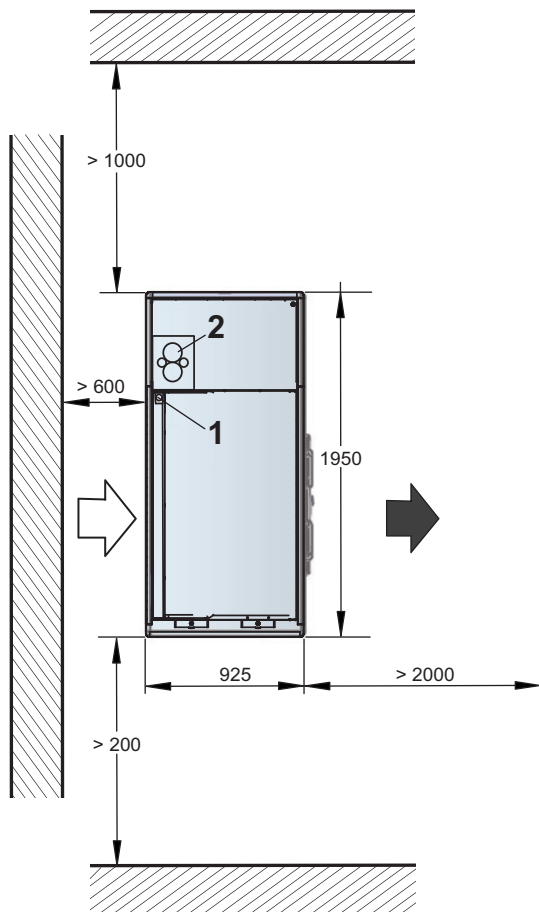
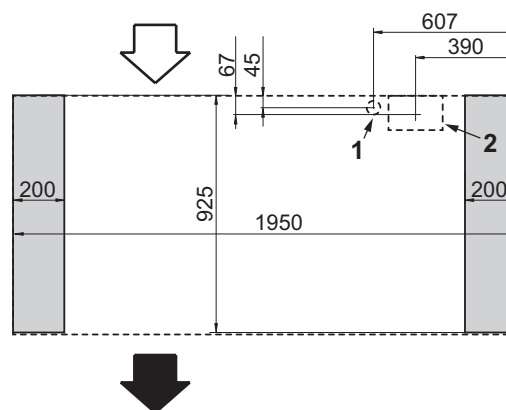

Fig. 01
Fig. 06
Lo scarico della condensa è predisposto sul lato posteriore (lato aspirazione) (1, Fig. 01).
Le pompe di calore ad aria generano acqua di condensa durante il funzionamento. Per ciclo di sbrinamento, cioè entro 2 min, si possono produrre fino a 15 l di acqua di condensa (1, Fig. 06 e 1, Fig. 01). Lo scarico della condensa premontato in fabbrica deve essere spostato nel canale dell'acqua di scarico.
- Durante il posizionamento della pompa di calore sulla base in cemento i collegamenti idraulici ed elettrici devono essere condotti attraverso l'apertura (2, Fig. 01).